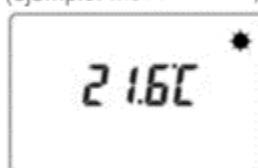

Fig. 16
3. A continuación, aparece el modo de funcionamiento justo antes de la última extinción (stand-by (Fig. 15), manual (Fig. 16) o automático (Fig. 17)), así como la temperatura ambiente aproximada.
- Si el radiador está encendido en modo manual (Fig. 16) o automático (Fig. 17), el dispositivo está en funcionamiento.